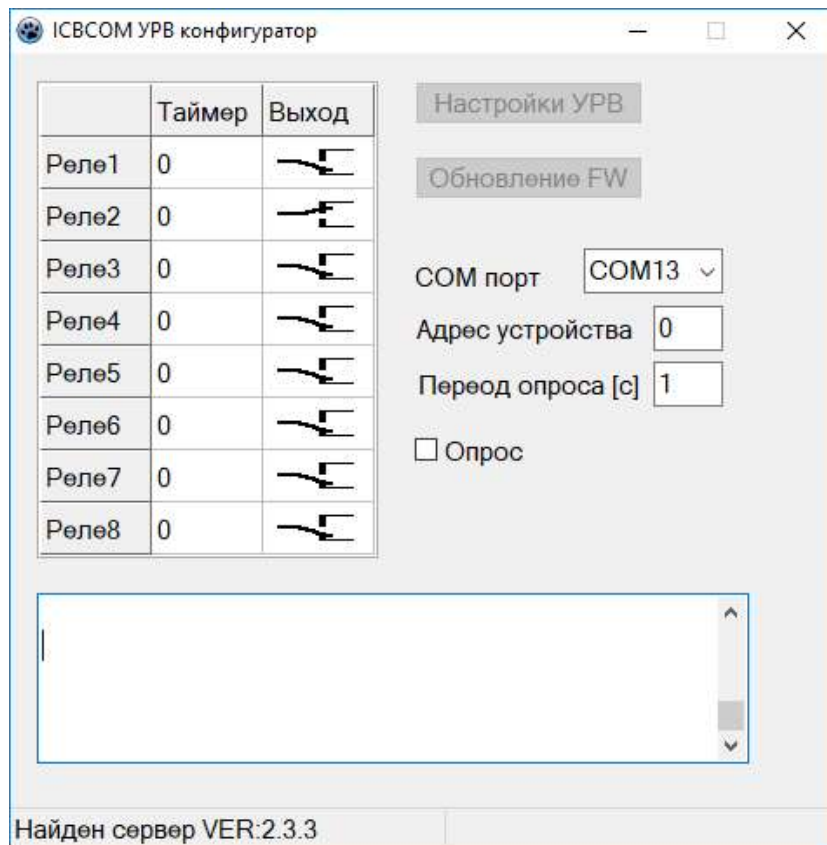
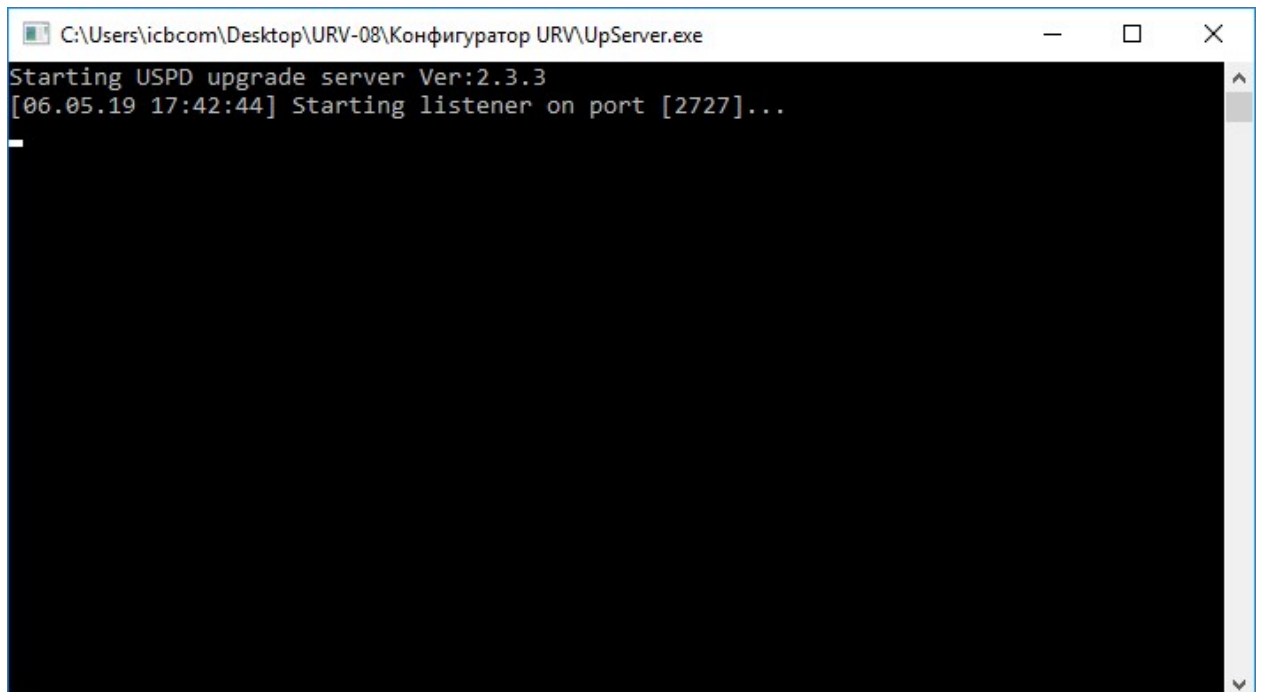

Рисунок 3 - Окно configurатора УРВ
Рисунок 4 - Окно программы UpServer
3. Запустить configurатор УРВ (URV.exe) и приложение UpServer.exe (рисунок 3 и рисунок 4).